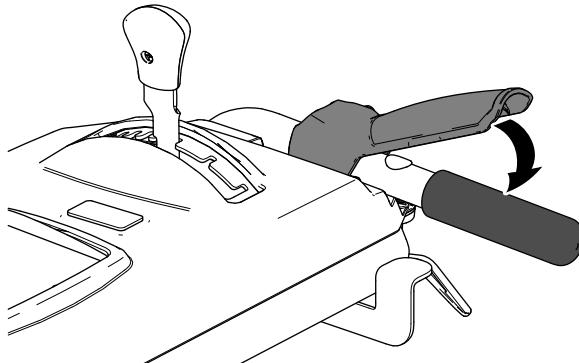

Figura 19
3. Engrane el cepillo apretando lentamente la palanca derecha del cepillo contra la empuñadura (Figura 19).